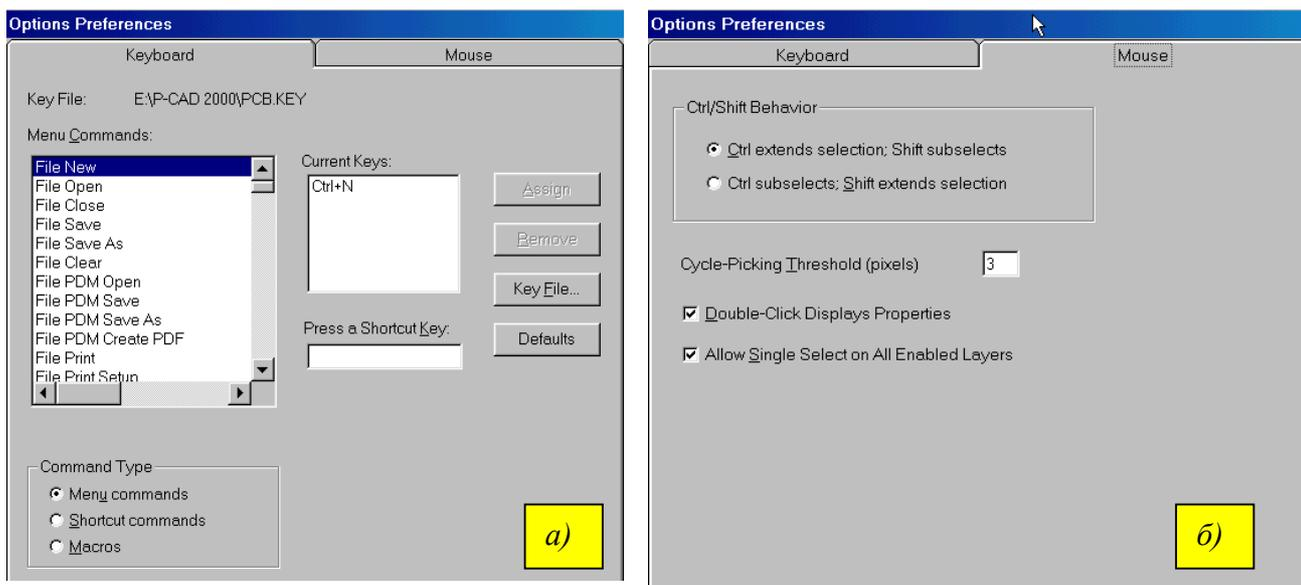

Рис. 7-12. Панель *Options Preferences*
2) На панели **Options Preferences** в закладке *Keyboard* можно переопределить назначение горячих клавиш для часто используемых команд (рис. 7-12, а). Здесь можно назначить клавишу или сочетание клавиш на любую команду основного меню, если выбрать в группе *Command Type* опцию *Menu Command*, или на создаваемые макросы (опция *Macros*). Однако более значимыми и полезными оказываются специальные сокращенные команды (опция *Shortcut commands*) специально предназначенные для облегчения работы над схемой.
3) На закладке *Mouse* (см. рис.7-12, б) можно определить поведение клавиш **CTRL** и **SHIFT**. При установленном флажке “*Ctrl extends selection. Shift subselects*” в группе *Ctrl/Shift Behavior*, нажатая клавиша **CTRL** позволяет проводить множественное выделение объектов. Нажатая клавиша **SHIFT** при этом позволяет проводить выделение подобъектов (атрибутов) компонентов. Установка флажка “*Ctrl subselects. Shift extends selection*” меняет назначение этих клавиш. 4) Установка флажка *Double-Click Displays Properties* позволяет по двойному щелчку левой кнопкой мыши открыть окно свойств объекта.
Для запрета прокладки проводников на отдельных участках печатной платы в системе P-CAD используются так называемые барьеры трассировки. Команда **Options/Current Keepout** (см. рис. 7-12, б) позволяет установить текущий стиль отрисовки барьеров трассировки и их влияние. При этом барьеры трассировки можно отобразить в виде закрашенной области (полигона – *Polygon*) или в виде линий – *Line* (см. врезку). Флажки в группе *Layers* (слои) позволяет распространить действие барьера только на текущий слой (установлен флажок *Current*) или на все сигнальные слои (флажок *All*).
- 2) На панели **Options Current Radius** (рис. 7-12,в) в окне *Radius* наберите требуемое значение радиуса.
- 4) Повторите пп. 2-3 для всех устанавливаемых значений радиусов (см. рис. 7-12,в).